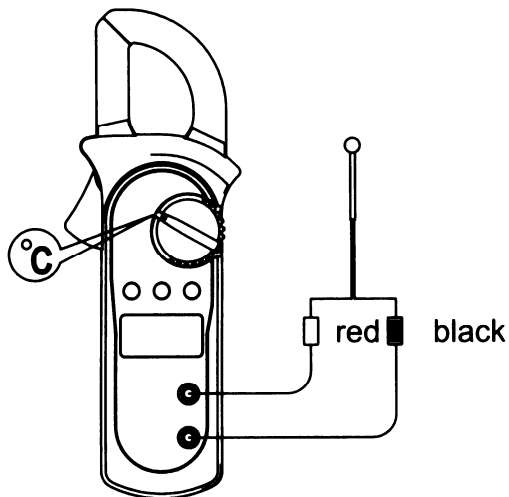

Рис. 8
F. UT-202: измерение температуры (рис.8)